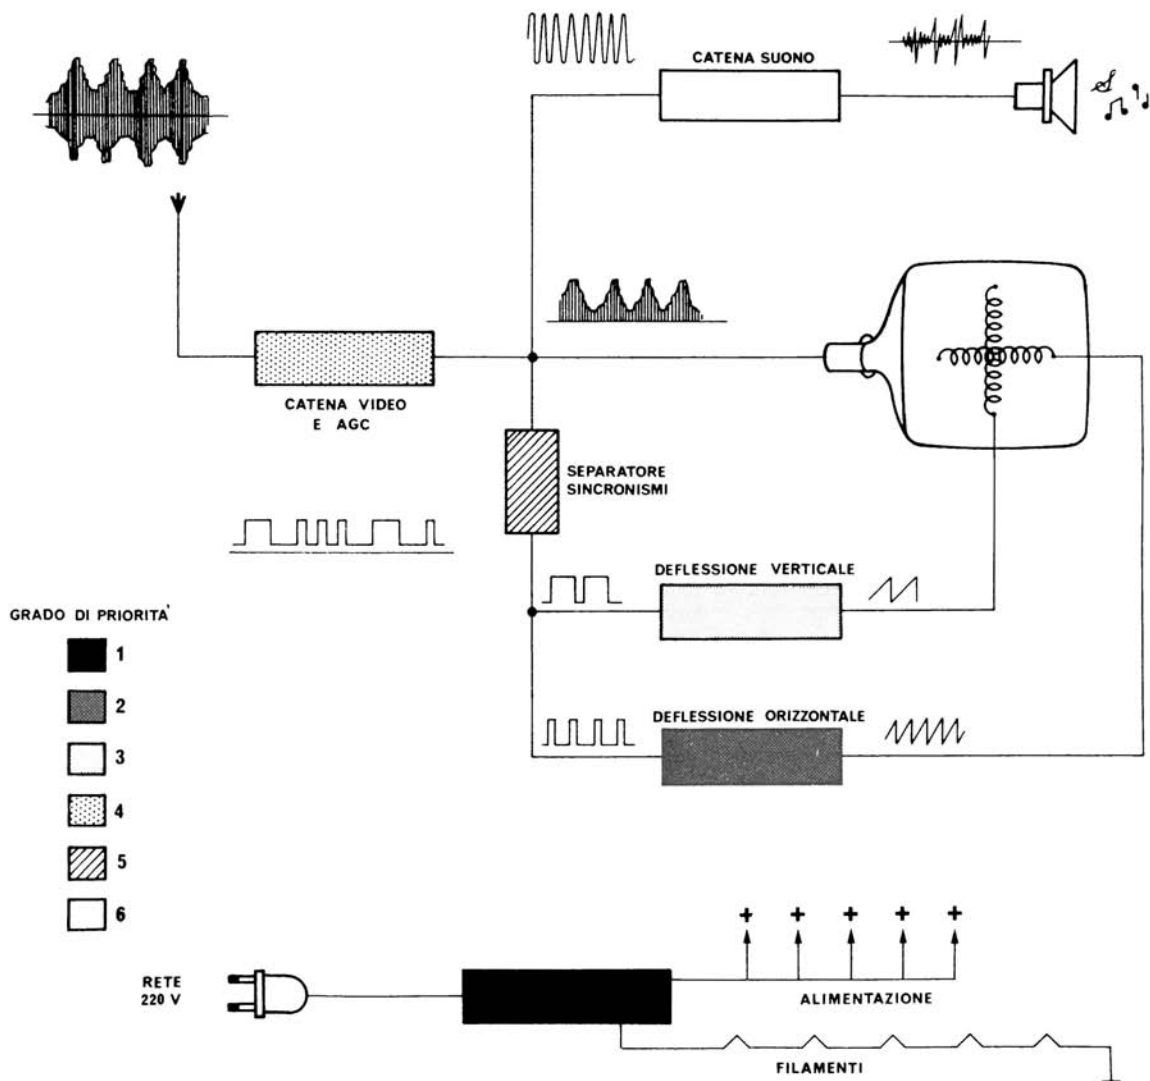

Fig. 6.6 - Schema TV b.n. a grandi blocchi con indicazione delle priorità di intervento
*Schema a grandi blocchi e priorità negli interventi.* (Fig. 6.6)